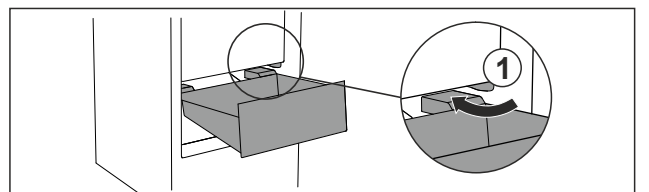

Fig. 87
- ▶ Vie vetolaatikko vinosti rajoittimen Fig. 87 (1) ohi.